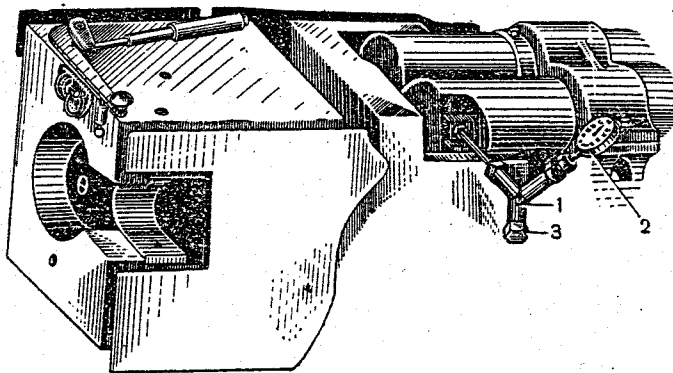

Рис. 63. Определение давления в накатнике:
- Определение давления в накатнике (рис. 63).